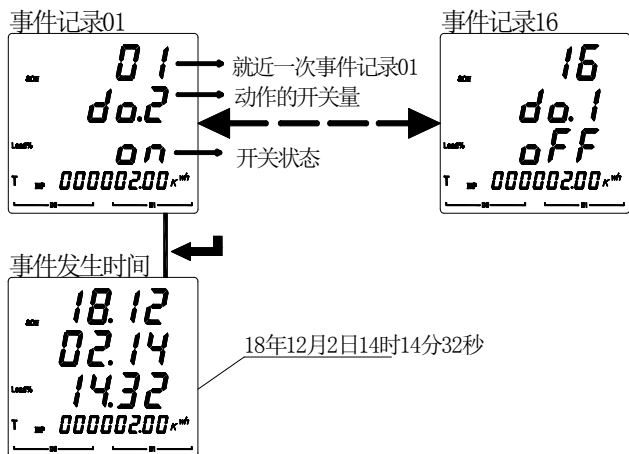

图 22
5.2.7 查看 AMC72L/96L 的事件记录参数步骤如图 22 所示